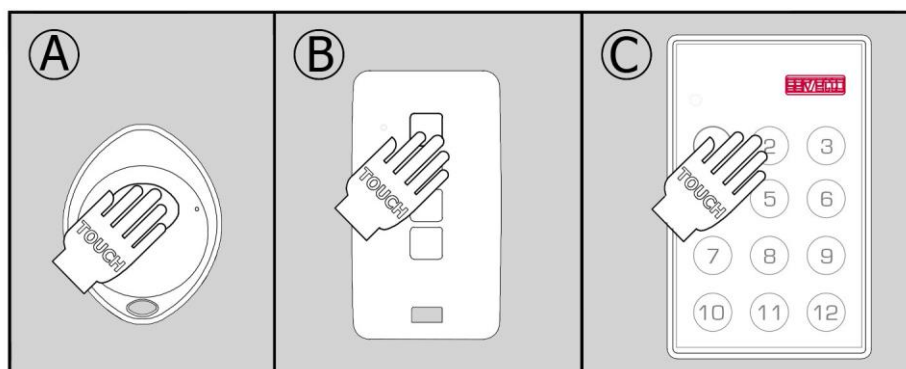

Fig.23
- 2 - Premere il pulsante desiderato del telecomando (Fig. 23), si udirà un altro "BIP".
Telecomandi disponibili (vedi Fig. 23):